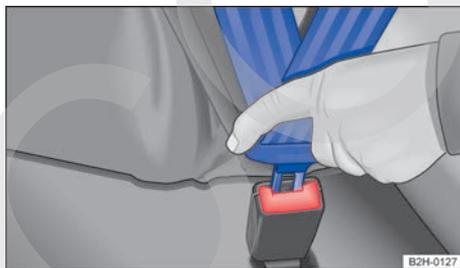

Fig. 50 Insertar la lengüeta del cinturón de seguridad en su cierre.
- Inserte bien la lengüeta del cinturón en el cierre del cinturón correspondiente a la plaza ⇒ fig. 50.